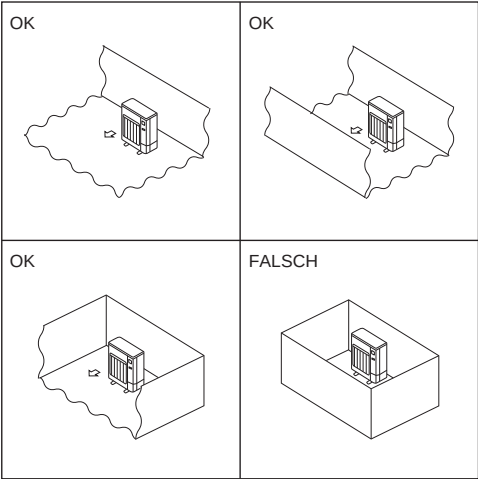

Fig. 2-2
- Ⓒ Installieren Sie Außenanlagen an einem Ort, an dem wenigstens eine der vier Seiten offen ist, und in einem ausreichend großen Raum ohne Senken. (Fig. 2-2)